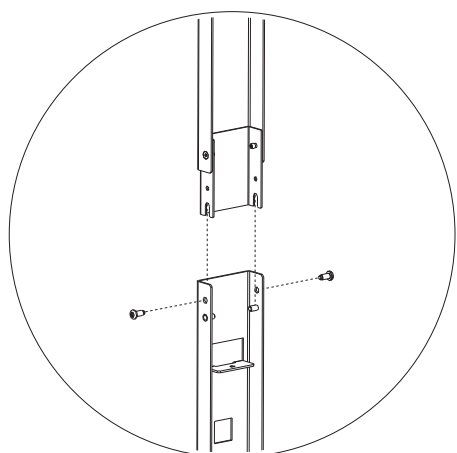

図 2
1. 上部チャンネルを下部チャンネルに滑り込ませるように差し込み、M6 ネジ 2 個で固定して、エンドパネルチャンネルを組み立てます。図 2 を参照してください。